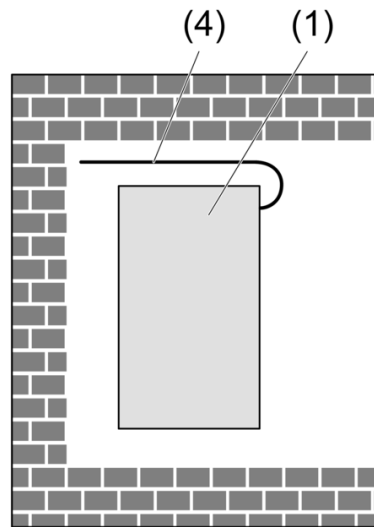

Bild 4
- i** Placera antennen så fritt utsträckt som möjligt (bild 4).